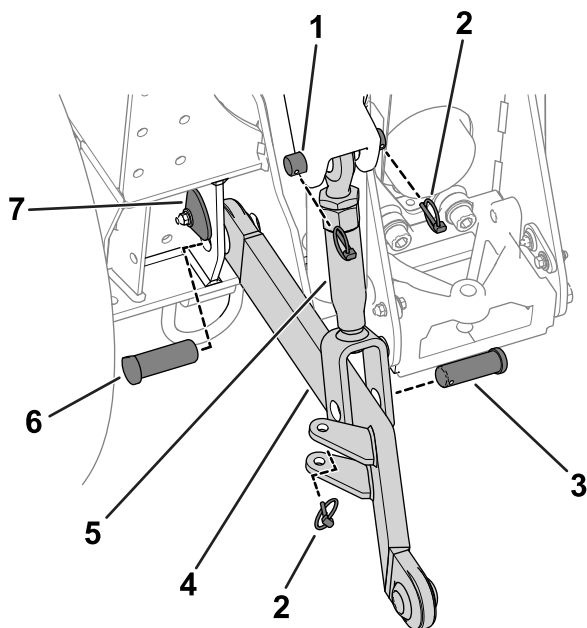
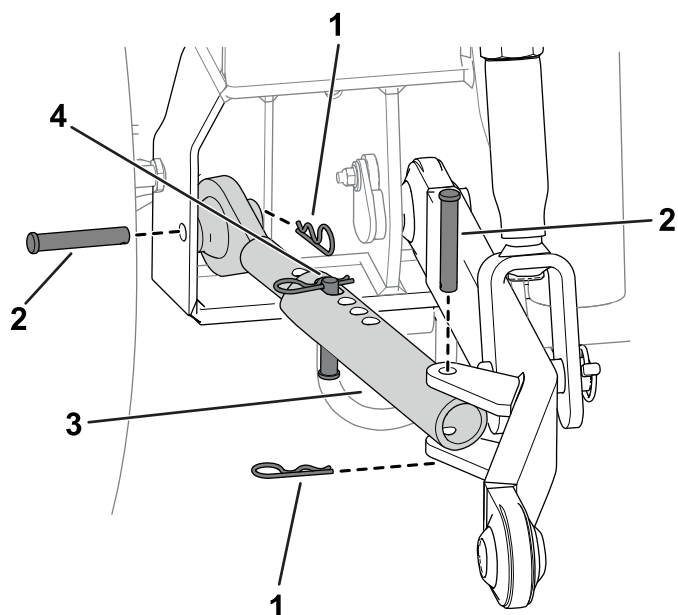

Figura 3
Figura 4
Nota: Figura 3 e Figura 4 illustrano il montaggio degli attacchi sul lato sinistro della macchina. Ripetete questa procedura per il lato destro della macchina.
1. Utilizzate un perno dell'attacco di sollevamento e 2 coppiglie ad anello per fissare l'attacco di sollevamento ai bracci di sollevamento della macchina (Figura 3).
- A. Sollevate la piastra del perno (Figura 3), esponendo il perno.
- B. Rimuovete il perno inferiore (Figura 3).
- C. Posizionate l'attacco di tiraggio come illustrato nella Figura 3.
- D. Inserite il perno inferiore attraverso il telaio e il giunto dell'attacco di tiraggio (Figura 3).
3. Utilizzate un perno con testa e una coppiglia ad anello per fissare l'attacco di sollevamento all'attacco di tiraggio (Figura 3).
4. Utilizzate un perno con testa e una coppiglia a forcina per fissare gli attacchi di oscillazione al telaio della macchina (Figura 4).
5. Utilizzate un perno con testa e una coppiglia a forcina per fissare l'attacco di oscillazione all'attacco di tiraggio (Figura 4).
6. Montate un perno con testa e una coppiglia a forcina all'attacco di oscillazione (Figura 4).